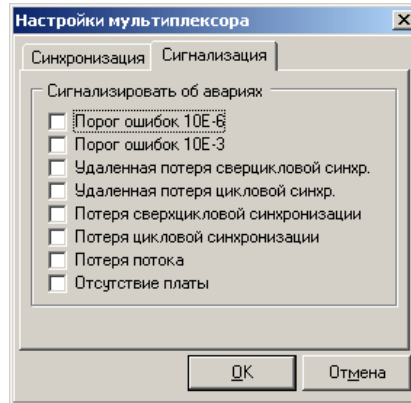

Рисунок 28
- выбрать вкладку «*сигнализация*» (рис. 28);